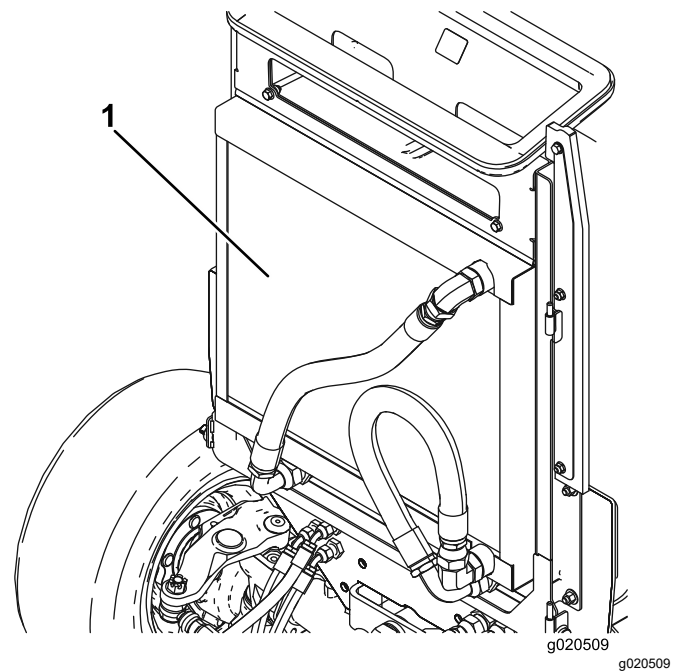

Figure 100
6. Nettoyez soigneusement les deux côtés du radiateur/refroidisseur d'huile (Figure 100) à l'air comprimé. Commencez par l'avant et soufflez les débris vers l'arrière. Nettoyez ensuite en soufflant de l'arrière vers l'avant. Répétez la procédure plusieurs fois jusqu'à ce qu'il ne reste plus aucun débris.